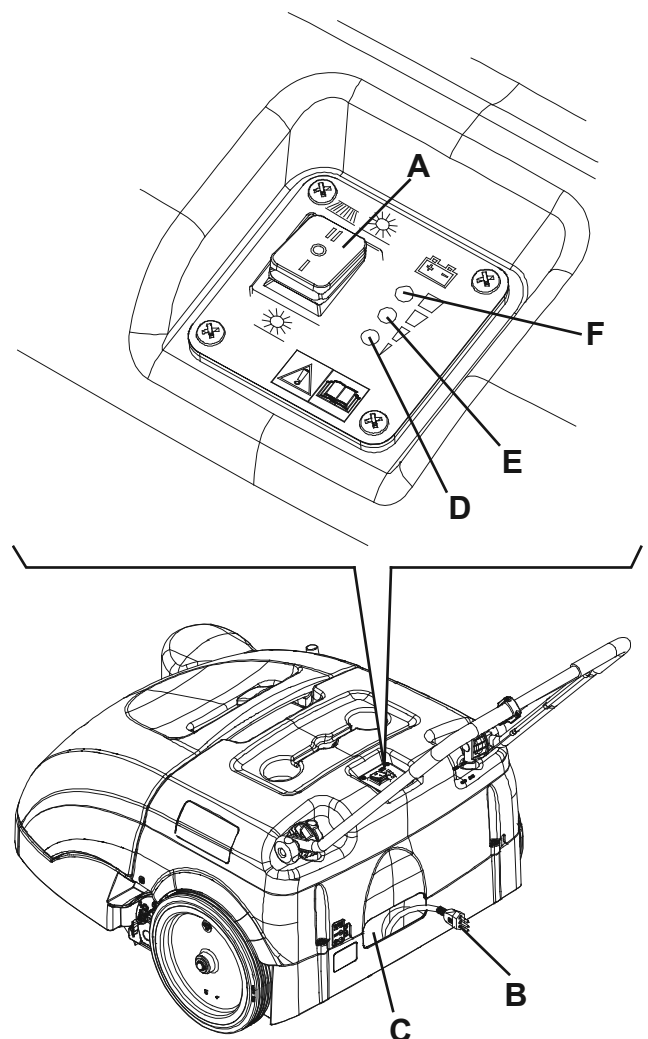

Abbildung 12
2. Hauptschalter (A, Abb. 12) auf 0 stellen.
3. Ladegerätkabel (B) aus dem Fach (C) nehmen und an das Stromnetz anschließen.